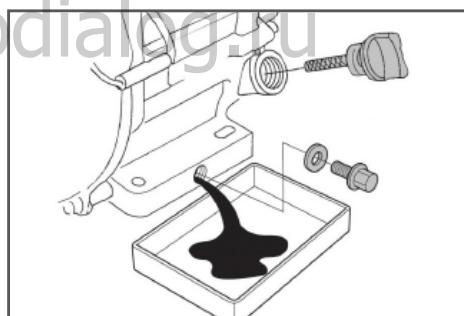

Рис. 18 Замена масла в двигателе
- (1) Техническое обслуживание должно осуществляться более часто, при работе в пыльных условиях.
- (2) Данный вид работ необходимо выполнять в авторизованном сервисном центре.
6. Открутите пробку для слива масла и сплейте отработанное масло в подготовленную для этого емкость (Рис. 18).